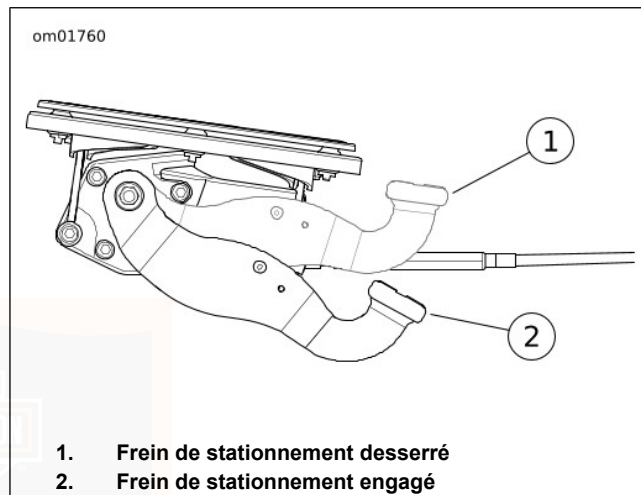

Figure 17. Frein de stationnement
Voir Figure 17. La pédale de frein de stationnement se trouve sur la gauche du véhicule. Le frein de stationnement actionne mécaniquement les freins des deux roues arrière pour éviter que le véhicule ne roule pendant le stationnement. Le voyant indicateur de frein de stationnement s'allume lorsque le frein de stationnement est engagé.
4. Voir Figure 17. Avec le pied gauche, pousser fermement la pédale du frein de stationnement vers le bas jusqu'à ce qu'elle ne puisse pas être poussée davantage.
2. Voir Figure 17. Avec le pied gauche, appuyer fermement sur la pédale du frein de stationnement et relâcher. Le frein de stationnement retourne à la position desserrée.